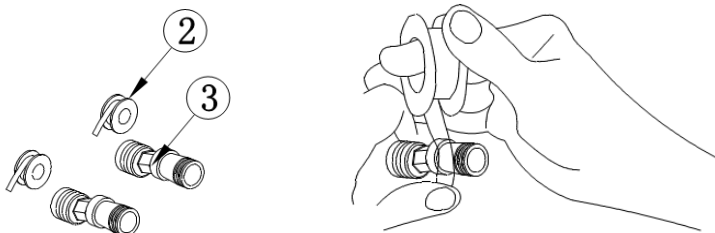
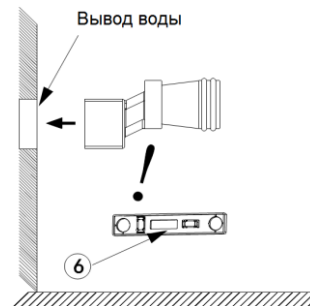

Рис. 2
Рис. 3
Оберните уплотнительную ленту (2) вокруг выпускных патрубков (3) (рис. 2), привинтите патрубки выходов воды (3) к выводам горячей и холодной воды на стене. С помощью уровня проверьте горизонтальность установленных патрубков (рис. 3).